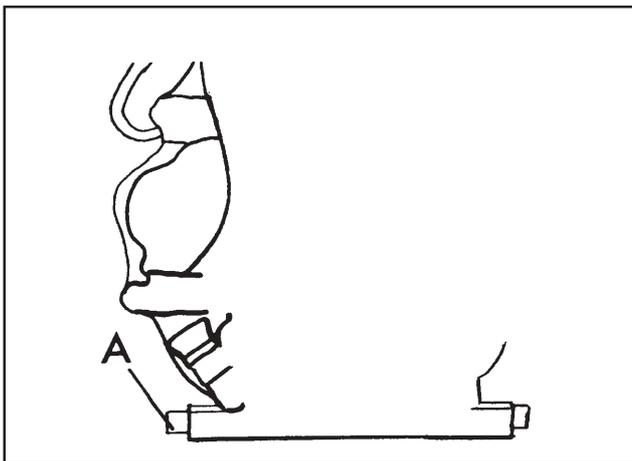

Fig.23
**DRAIN ENGINE OIL** Fig.23
- After warming up the engine. Stop the engine and remove the drain plug (A) and drain all oil from the sump. Clean the plug and replace.
**MOTOROLIE AFTAPPEN** Afb.23
- Laat de motor warm draaien. Motor uitzetten en de afloopplug (A) verwijderen en alle olie uit het carter laten lopen. De plug schoonmaken en weeraanbrengen.
**VIDANGEZ L'HUILE MOTEUR** Fig. 23
- Après avoir fait chauffer le moteur. Coupez le moteur, retirez le bouchon de vidange (A) et vidangez toute l'huile du carter. Nettoyez le bouchon et revissez-le.